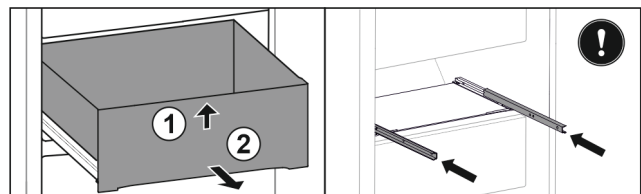

Fig. 42
- ▶ Підняти висувний ящик вперед Fig. 42 (1).
- ▶ Витягнути вперед Fig. 42 (2).